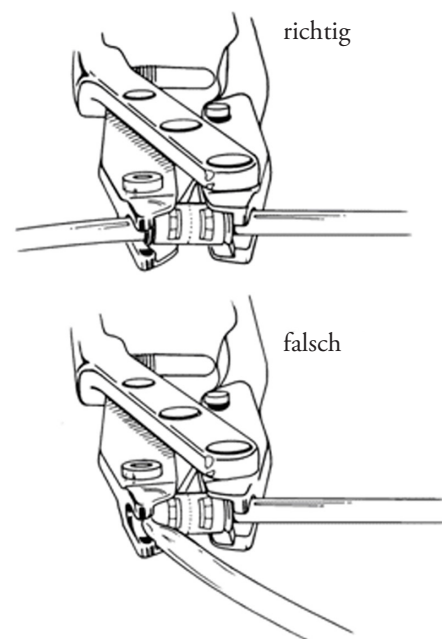

Abbildung 4-34. Konnektorzange schließen
7. Zangenriffe bis zum Anschlag zusammendrücken (**Abbildung 4-34**).